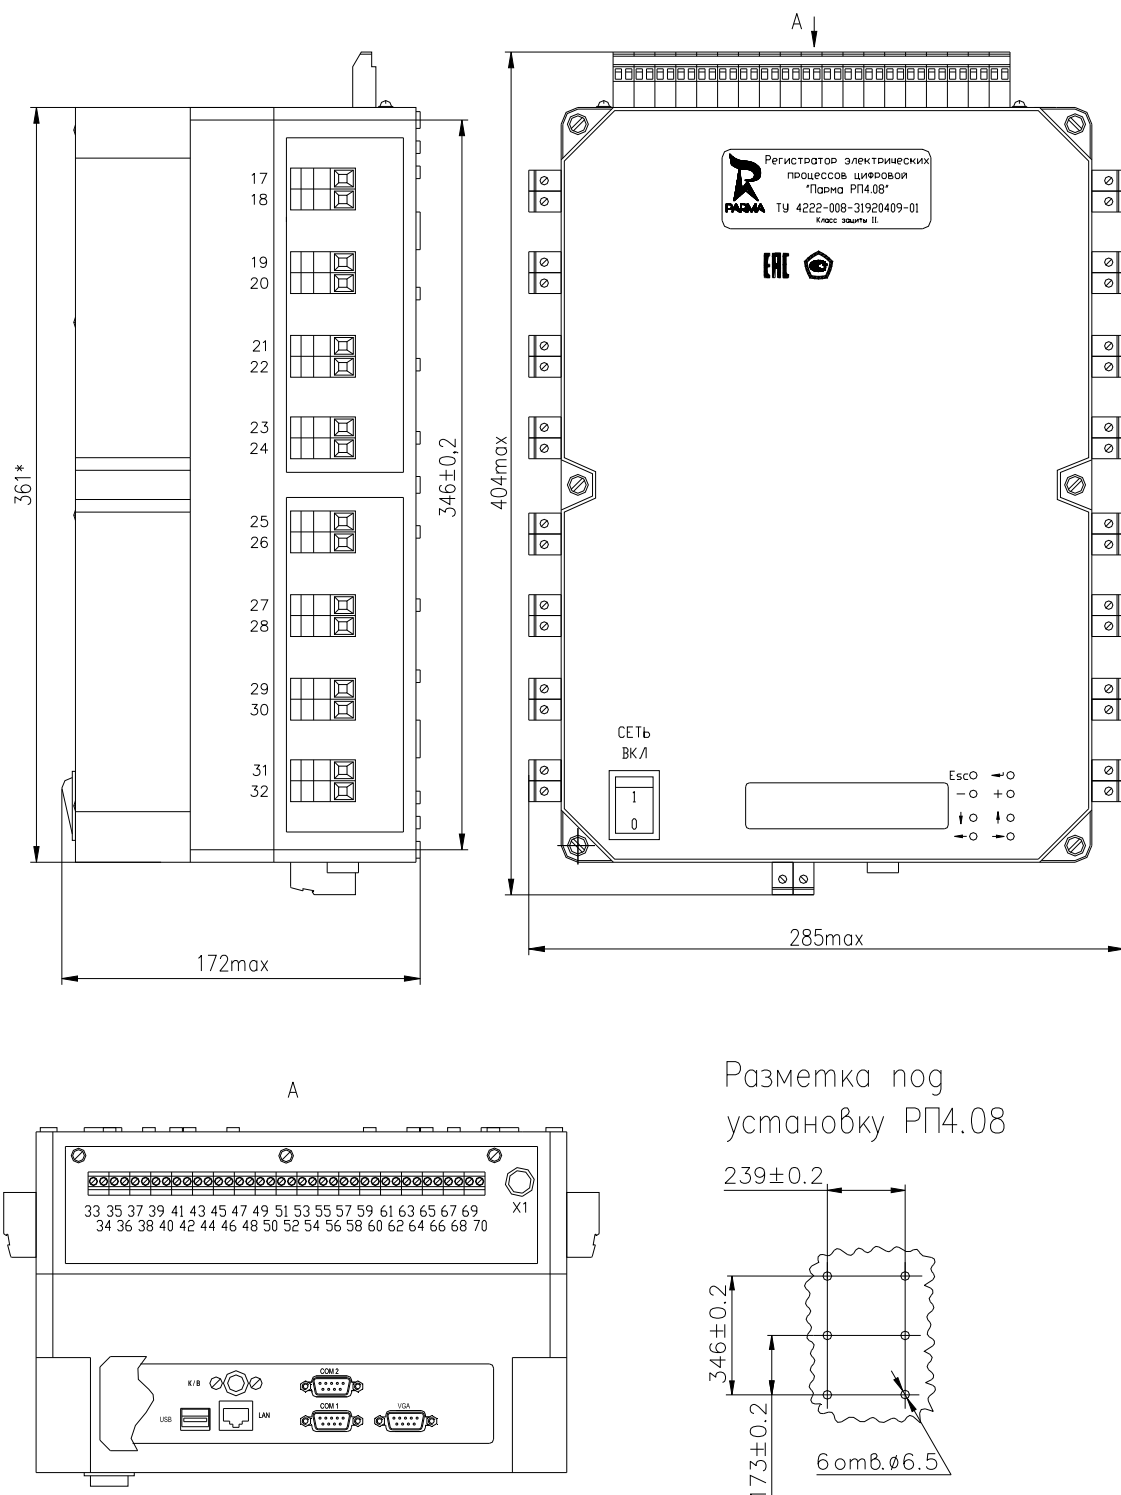

Рисунок 6 – Разметка панели под установку регистратора. Габаритный чертеж.
5.4.7.2 Подсоединить стандартную клавиатуру через переходник клавиатуры (поставляется в комплекте блока регистрации) к гнезду на стенке крышки регистратора, рисунок 6.